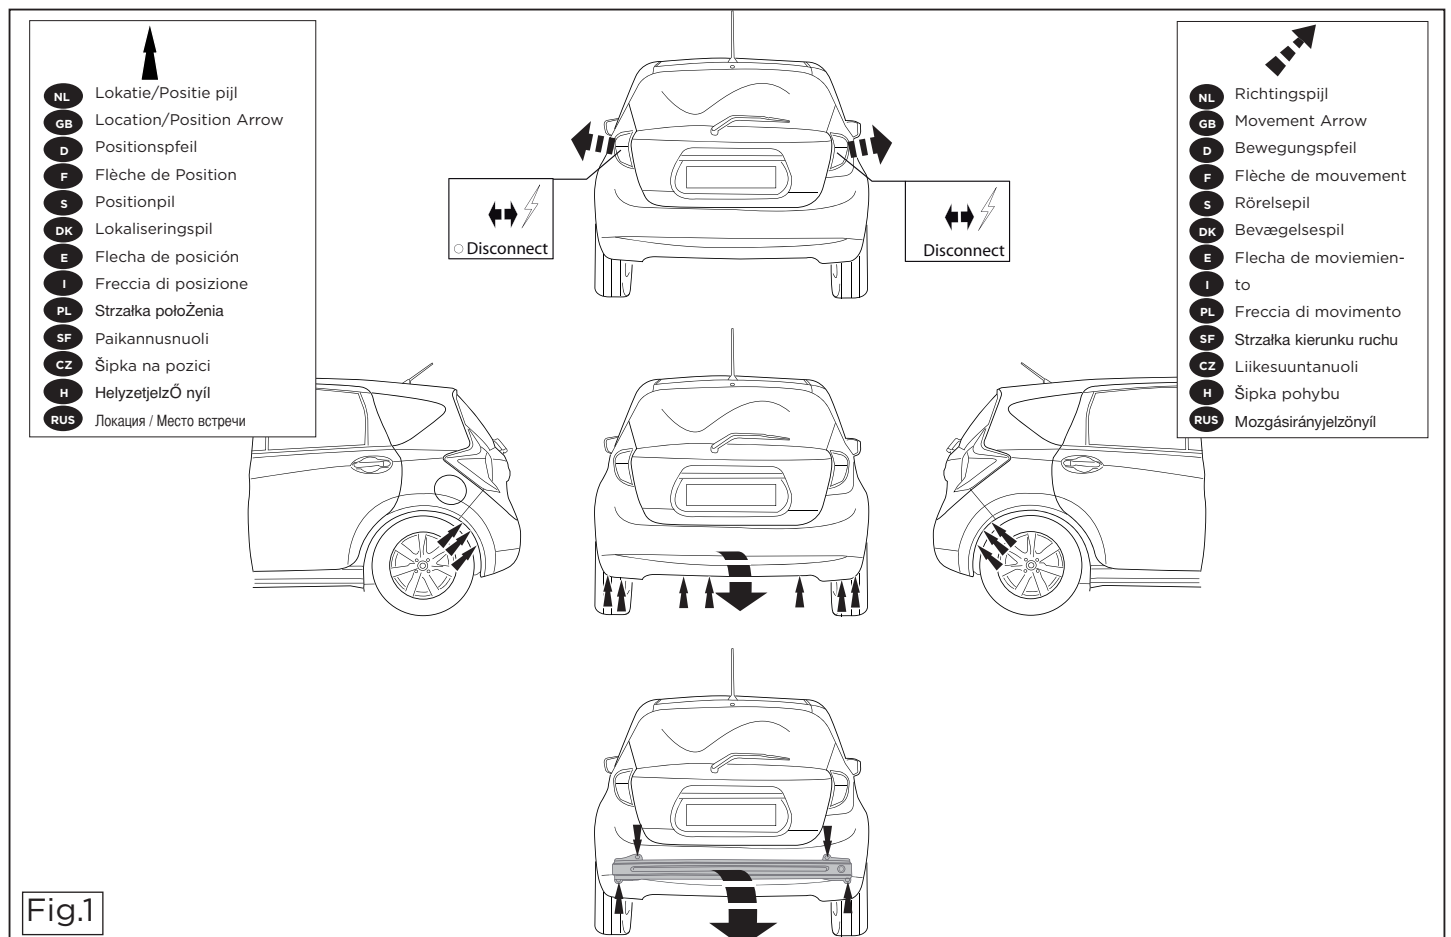

Fig.1
2. Remove the bumper and the steel buffer beam from the vehicle. The buffer beam will no longer be needed. Replace the bolts. See figure 1.
2. Die Stoßstange einschließlich des stählernen Stoßbalkens vom Fahrzeug abmontieren. Der Stoßbalken wird nicht mehr benötigt. Die Schrauben wieder anbringen. Siehe Abbildung 1.
2. Déposer le pare-chocs du véhicule y compris la traverse en acier ; la traverse ne sera plus utilisée. Remettre les boulons de fixations en place. Voir la figure 1.
2. Demonter kofangeren, inklusive køretøjets stålstødbjælke. Denne bliver overflødig. Sæt bolte på plads igen. Se fig. 1.